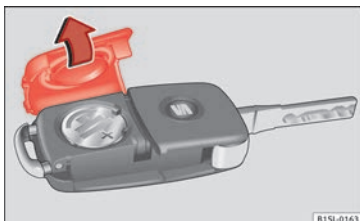

Fig. 99 Llave del vehículo: tapa del compartimento para la pila.
- Retire la tapa de la parte trasera de la llave del vehículo » **fig. 99** en la dirección de la flecha » **!**.
- Coloque la tapa en la carcasa de la llave del vehículo, presionándola tal como se muestra » **fig. 99**, en sentido contrario a la flecha, hasta que encastre.